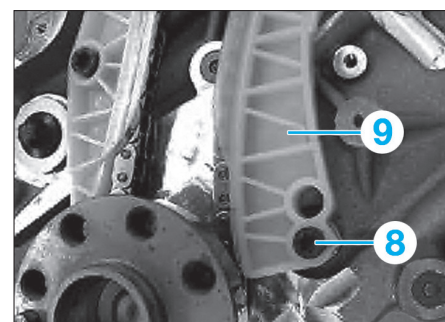

Fig. 12
- Dégager le patin-tendeur (7) de la culasse.
- Déposer la vis (8), puis le patin tendeur (9) de la pompe haute pression (Fig.12).